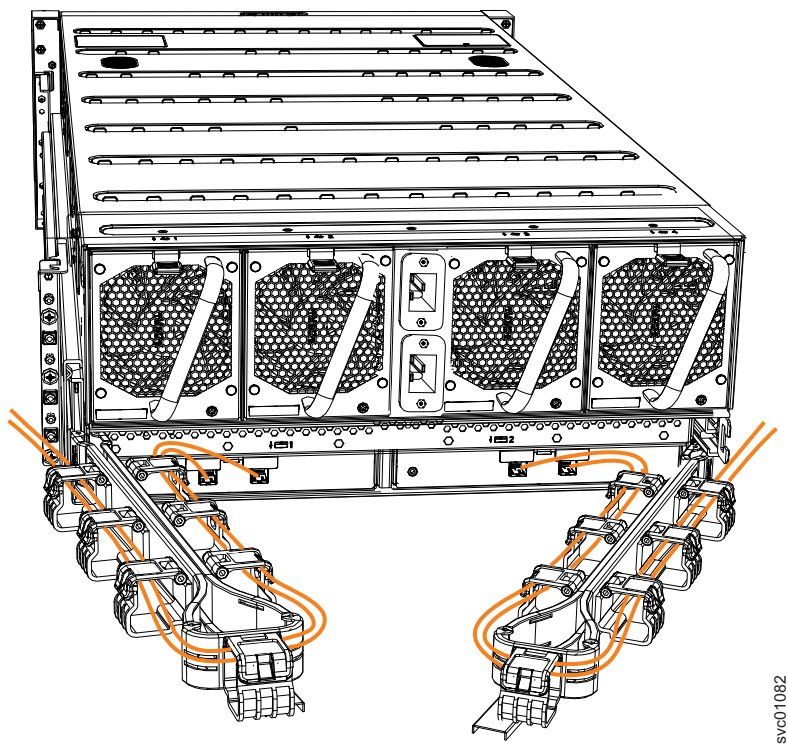

图 99. 通过理线臂布置 SAS 电缆的示例
8. 通过理线臂布置 SAS 电缆，如第 100 页的图 99 中所示。